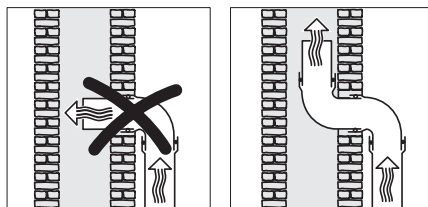

рис. 6.5
- Якщо витяжний канал виводиться в димар, то вхідний патрубок повинен бути зігнутим в напрямку потоку повітря (рис. 6.5);